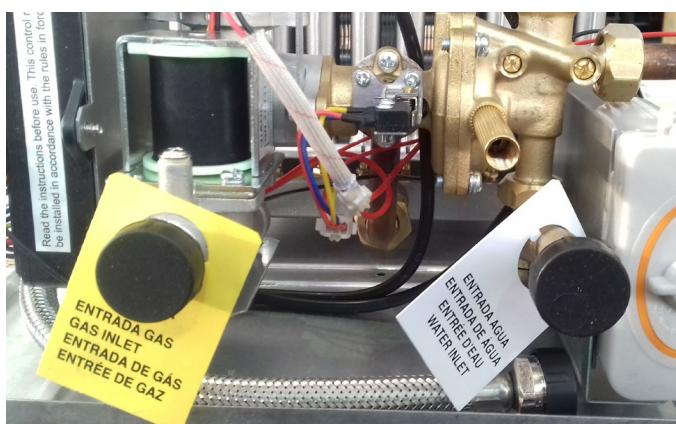

fig. 7 - Étiquettes des raccordements
- Enlever les bouchons des raccords de l'eau et du gaz, voir fig. 7.